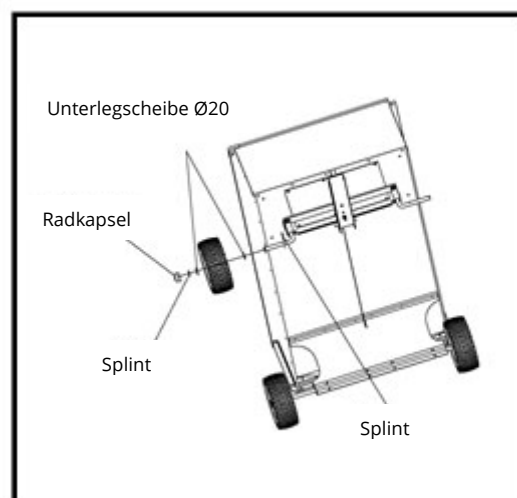

Abbildung 12
23. Bringen Sie am Loch innen in der Achsenspindel einen Splint an. Bringen Sie eine Ø20-Unterlegscheibe, ein Rad (Ventil außen) und noch eine Ø20-Unterlegscheibe an der Achsenspindel an. Auf der anderen Seite wiederholen. Siehe Abbildung 12. Verhindern Sie, dass sich die Achse nach unten dreht, bis das Rad außen mit einem Splint gesichert worden ist.
24. Montieren Sie die Radkapseln an den Rädern. Siehe Abbildung 12.